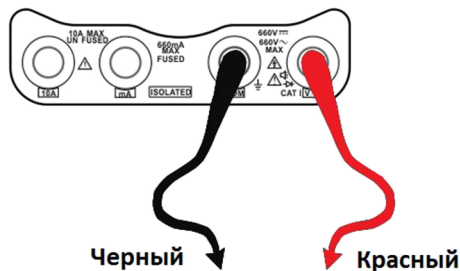

Рис.35
1. Подключить черный щуп к разъему "**COM**", а красный щуп к разъему "**V/Ω**" CCTV-тестера (Рис.35).